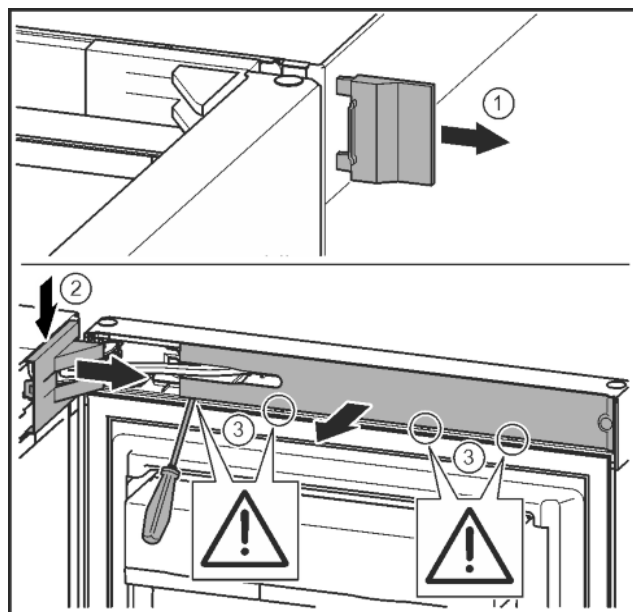

Fig. 9
- ▶ Detașați capacul exterior. Fig. 9 (1)
- ▶ Deblocați și desprindeți capacul suportului de lagăr. Scoateți capacul suportului de lagăr. Fig. 9 (2)
- ▶ Deblocați masca cu șurubelniță plată și pivotați-o în lateral. Fig. 9 (3)